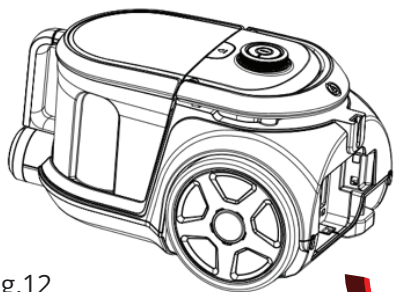

Fig.12
- 1) Pour le filtre du moteur situé à la partie arrière, tirez vers l'extérieur le levier pour retirer la grille du filtre (Fig. 12).